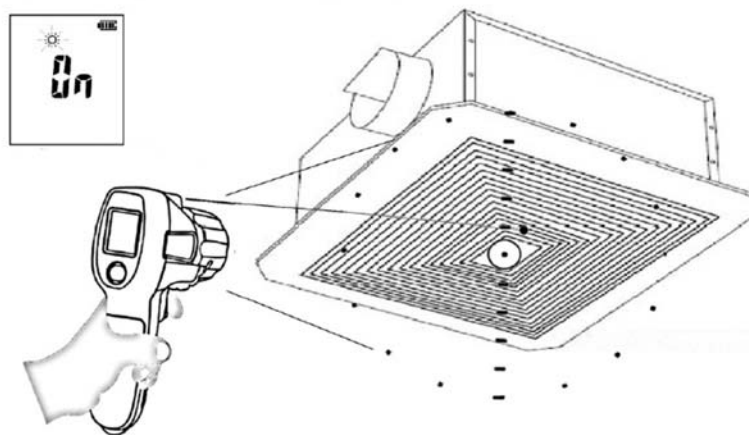

Fig. 19: Medida de temperatura a la salida de sistemas HVAC
3. Oriente el haz de luz blanca (vea la Fig. 3 – parte 1) hacia la salida del sistema de ventilación (vea la Fig. 19) y realice la medida como se muestra en los puntos precedentes